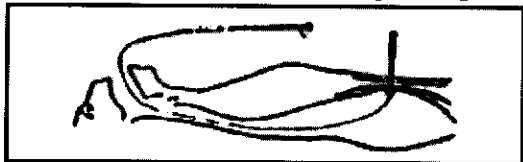

Figura 1
- Deslice el catéter One Step por la guía hasta que salga por la boca del paciente (Figura 1).